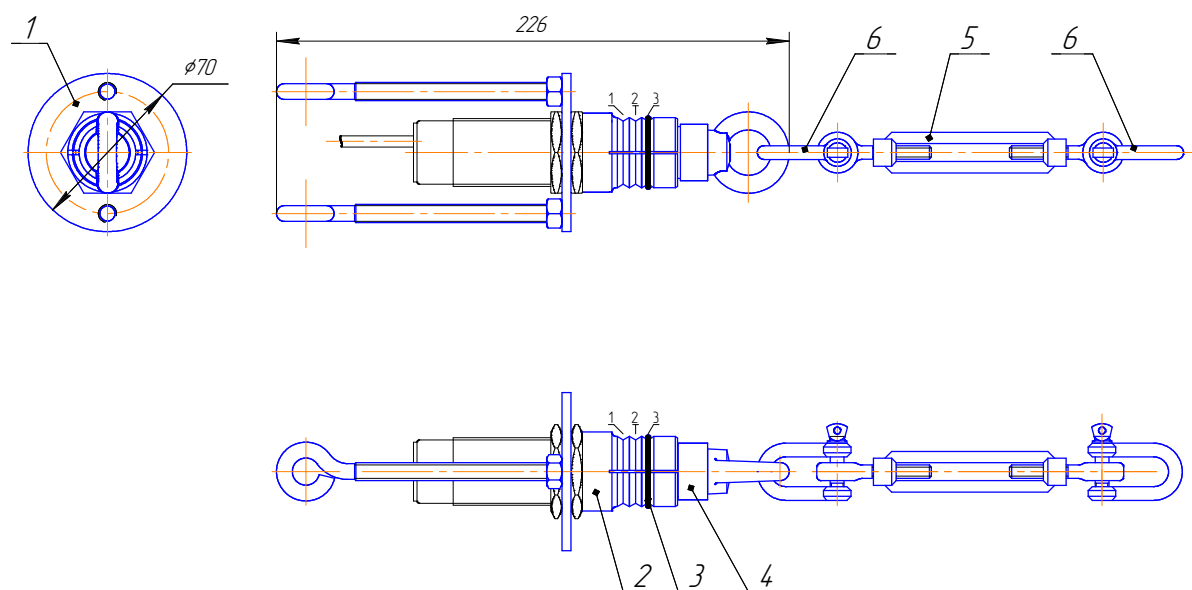

Рис.1
2.1. Устройство состоит из узла крепления датчика поз.1 (см. Рис.1), цанги поз.2 с пружинным кольцом поз.3 и конуса поз.4. Также в устройство входят талреп поз.5 и две такелажных скобы поз.6 для присоединения троса** к конусу поз.4.